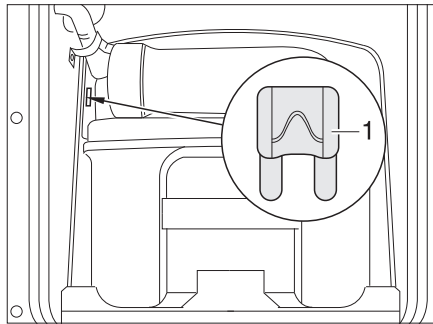
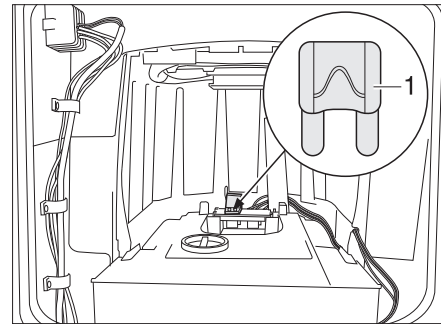

Fig. 202 Fusible des toilettes Thetford
Fig. 203 Fusible des toilettes Thetford (alternative)
- Changer le fusible (Fig. 202,1 ou. Fig. 203,1).